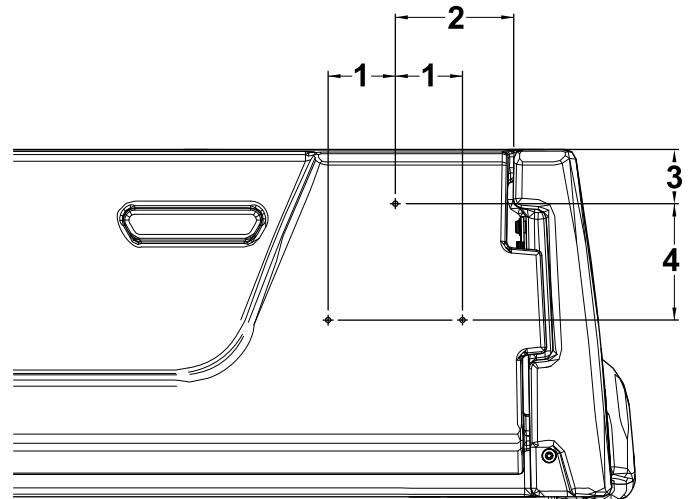

图 17
1. 在尾门的右侧从尾门的右边缘测量出 130mm 从尾门顶部向下测量出 60mm 并标记此位置 图 17。
2. 从步骤 1 中标记的孔向下测量出 128mm 然后从此位置向右和向左测量出 74mm 并标记这 2 个位置 图 17。
3. 分别在 3 个标记的位置钻一个 5mm 的孔 图 17。